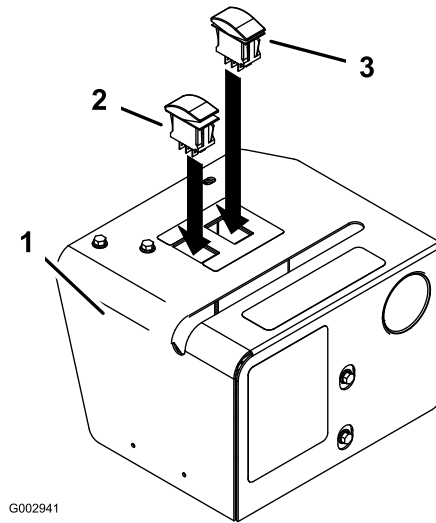

Bild 23
- Setzen Sie die beiden Schalter in die rechteckigen Löcher oben auf der Abdeckung ein (Bild 23). Setzen Sie den kurzzeitigen Schalter (ein Schalter der in keiner Stellung bleibt, wenn Sie ihn nicht drücken) in das Loch ein, das mit den kontinuierlich variablen Plus-(+) und Minuszeichen (-) markiert ist.